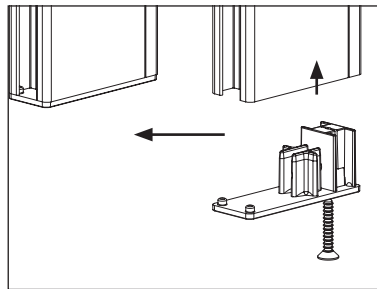

Fig. 18: Aluminium eindstop of aluminium eindplaatje
- Aan de onderzijde wordt elke geleider voorzien van een aluminium eindstopje bij zijgeleiders of van een eindplaatje bij middengeleiders (zie fig. 18), dikte 2 mm, als eindbegrenzing voor de onderlat.